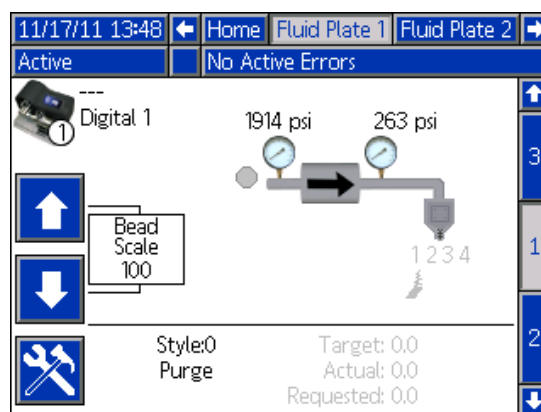

FIG. 33
4. Enregistrer le volume distribué sur Plaque produit x, écran 1. Voir FIG. 33, page 47.